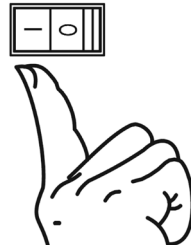

Рис. 6 Выключатель зажигания
5. Выключатель зажигания установите в положение «ВКЛ.» («I») (Рис. 6).